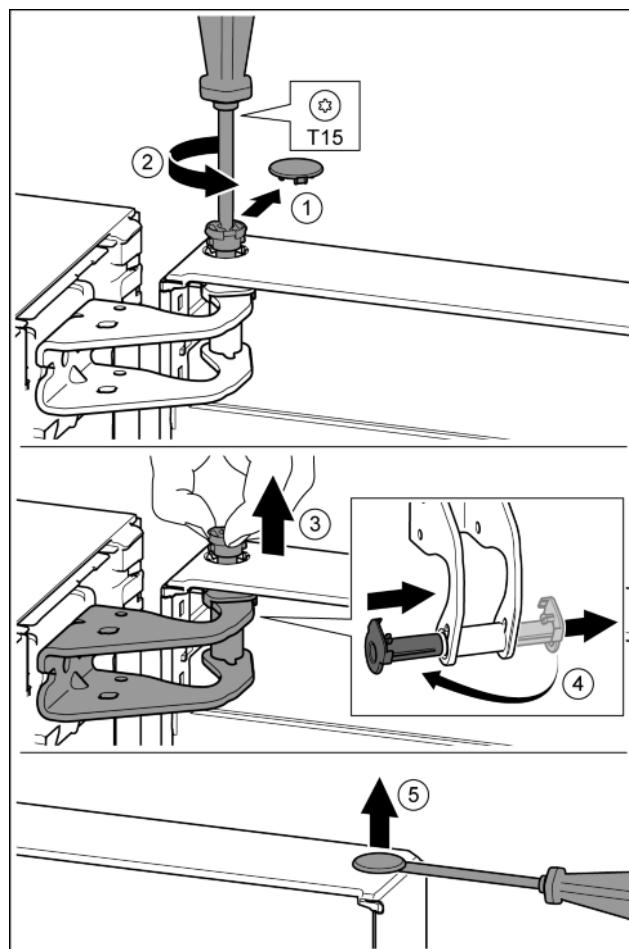

Fig. 7
- Осторожно снять предохранительную крышку. Fig. 7 (1)
- Немного выкрутить палец отверткой T15. Fig. 7 (2)
- Удерживать дверь и вытянуть палец рукой. Fig. 7 (3)
- Опорную втулку вывести из направляющей. Установить и зафиксировать с другой стороны. Fig. 7 (4)